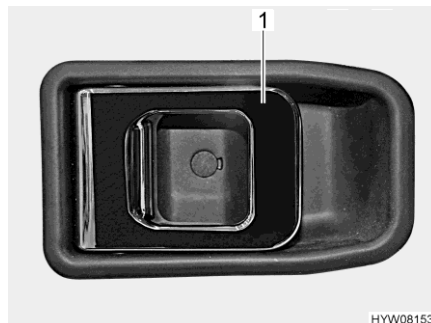

Bild 36 Tüschloss (Fahrertür/Eingangstür innen)
- Am Griff (Bild 36,1) ziehen. Das Tüschloss wird entriegelt bzw. geöffnet.
- Den Griff (Bild 36,1) drücken. Das Tüschloss wird verriegelt.